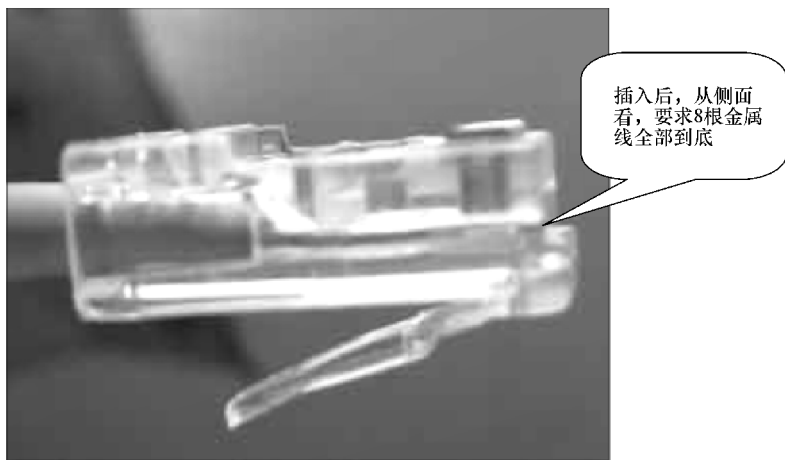

图 4-73 将线芯头插入水晶头底部
6) 把剪好的线芯对准水晶头的插孔插入水晶头,在插入的时候注意水晶头的方向,不要将水晶头拿反,而且一定要将线芯头插入水晶头底部,如图 4-73 所示。